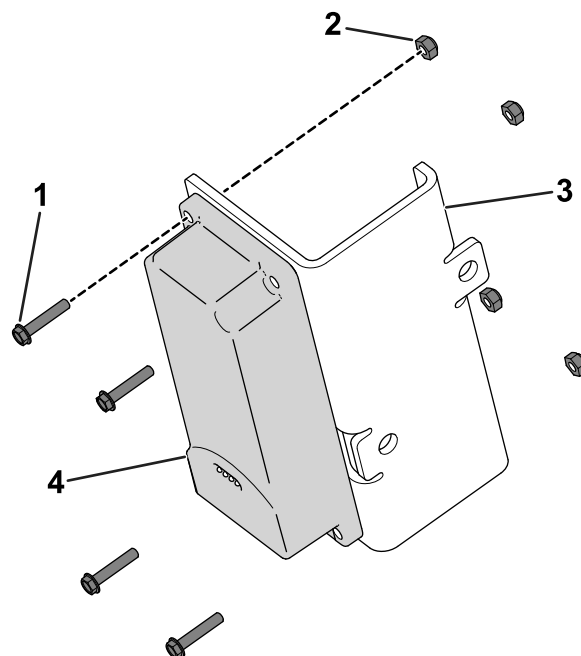

Figura 10
1. Utilice 4 pernos de cabeza hexagonal (n.º 10 × 1") y 4 contratuercas (n.º 10) para sujetar el dispositivo telemático al soporte del dispositivo (Figura 10).